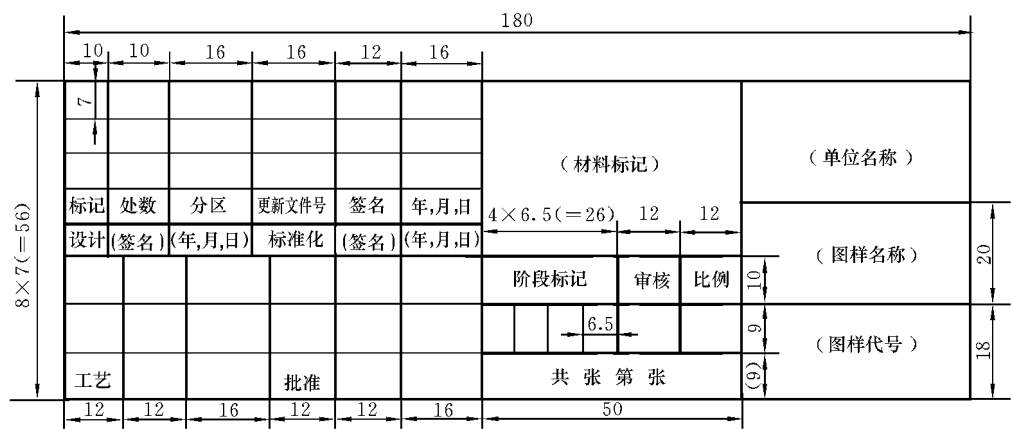

图 5.10 标题栏
1. 使用“单行文字”命令输入以下标题栏,如图 5.10 所示。要求文字的字体和高度满足我国工程制图规范要求。